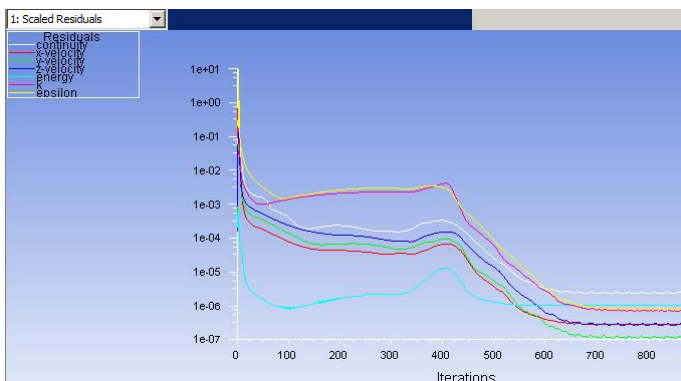

Рис. 44 - Процесс поиска решения
**Шаг 15.** Выполняем сведение решения. Для этого нужно перейти на вкладку *Run Calculation*, ввести в поле *Number of Iterations* (количество итераций) количество итераций 1000 и нажать кнопку *Calculate* (вычислять). При этом начнётся процесс поиска решения (рис. 44). При поиске решения в графическом окне отображается график переменных, так называемых *невязок* (*Residuals*) по количеству решаемых уравнений, а в текстовом окне выводится таблица изменения невязок от итерации к итерации. Когда будет завершено требуемое количество итераций или на какой-то итерации все невязки окажутся меньше установленного по умолчанию значения (0.001), решение считается сошедшимся (*Solution is converged*), и расчёт заканчивается с появлением окна сообщения, в котором нужно нажать *OK*. Расчет необходимо продолжать до линейризации невязок.